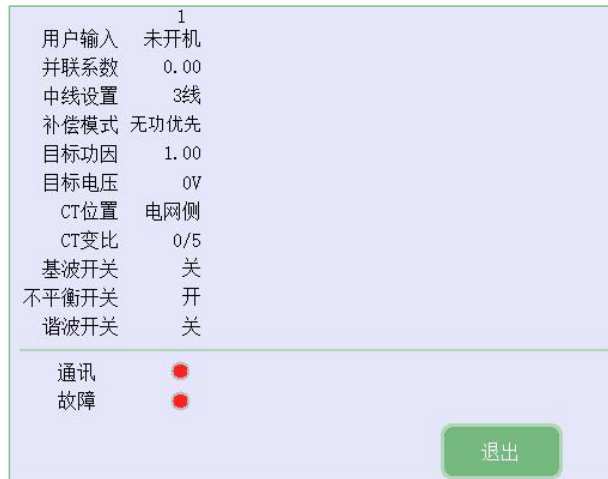

图 6-5 各模块参数设置状态显示窗口
(8) 右上角路数字符表示模块并机数量。例如单机运行则显示“单路”，6 台并机运行则显示“6 路”，点击路数字符则弹出每台模块参数设置情况窗口, 如图 6-5 所示。点击“退出”，退回主界面。